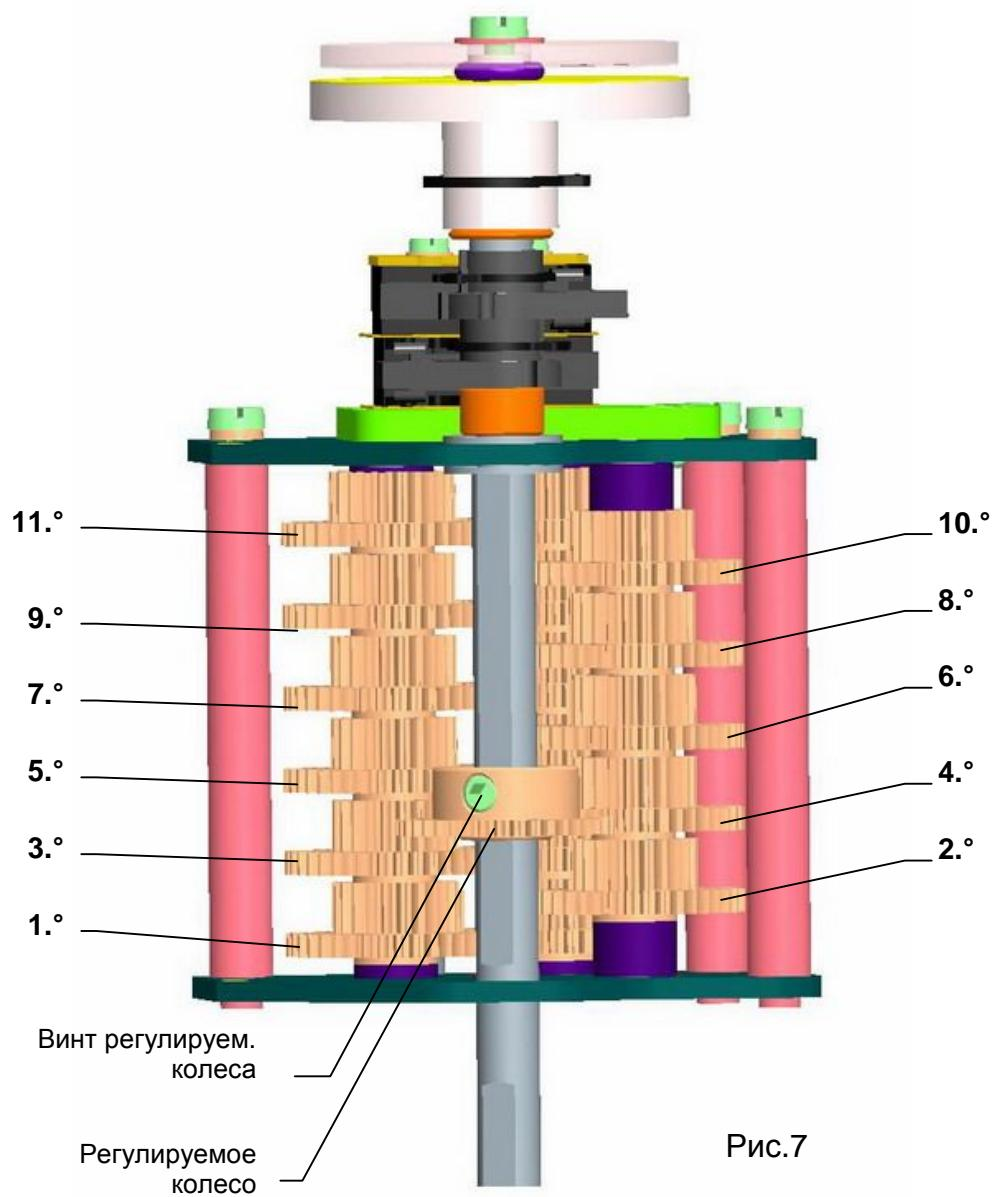

Рис.7
- Переводное колесо редуктора сигнализации переместите после деблокировки винта переводного колеса на требуемый ступень диапазона(на ближайший высший, или равный соответствующим конкретным оборотам) по Таб. № 3 и Рис. 7. При настройке переводного колеса следите за правильным зацеплением с колесом данной ступени и винт повторно укрепите.